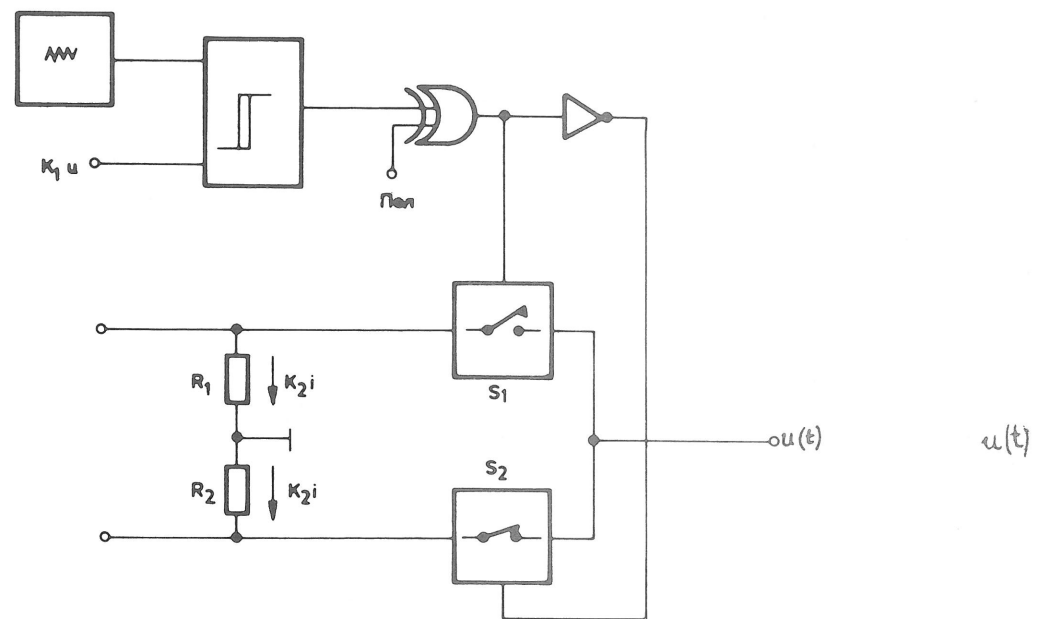

Рис. 2. Принципиальная схема множительного устройства
- Рис. 2. Принципиальная схема множительного устройства